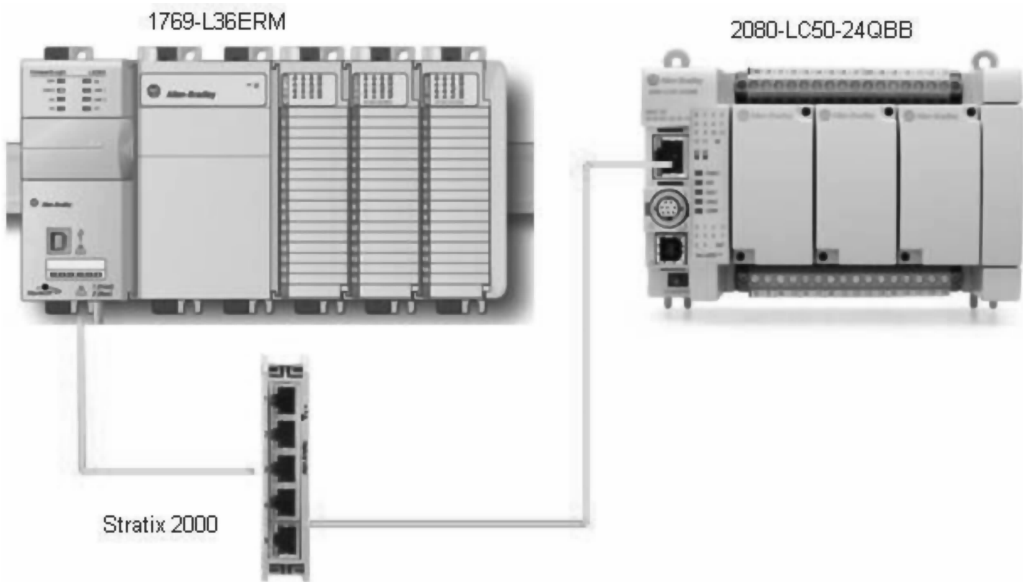

图 9-10 系统硬件接线图
1) CompactLogix L36ERM 可以通过 EIP 的 MSG 指令与 Micro850 通信，硬件接线如图 9-10 所示。